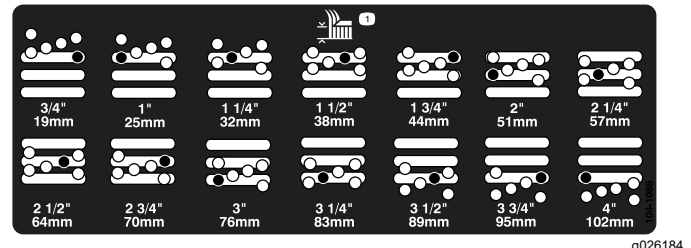

Figura 18
5. Mova a câmara para a altura de corte desejada e instale a cunha no orifício e ranhura da altura de corte designada (Figura 18).